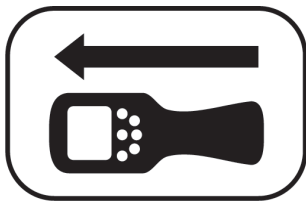

Abb. 30: Aufkleber auf der Schrittspannungssonde
Ein Aufkleber oben auf der Schrittspannungssonde zeigt die erforderliche Ausrichtung von Schrittspannungssonde und Empfänger während des Ortens (Abb. 30).
- Richten Sie Schrittspannungssonde und Empfänger mithilfe des Aufklebers (Abb. 30) korrekt aus.
- Achten Sie stets auf die Ausrichtung von Schrittspannungssonde und Empfänger entsprechend dem Aufkleber (Abb. 30).